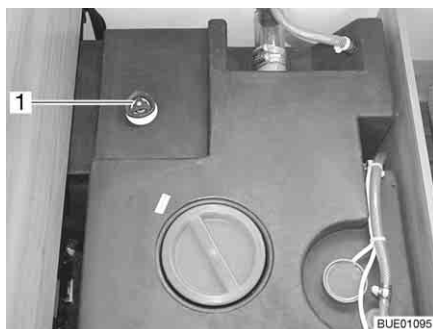

Fig. 232 Reservatório da água com manípulo rotativo
- No reservatório da água, gire o manípulo rotativo (Fig. 232,1) no sentido dos ponteiros do relógio até ao encosto.
- No reservatório da água, gire o manípulo rotativo (Fig. 232,1) em sentido contrário ao dos ponteiros do relógio até sentir resistência. A água sai até permanecerem ainda 60 litros.